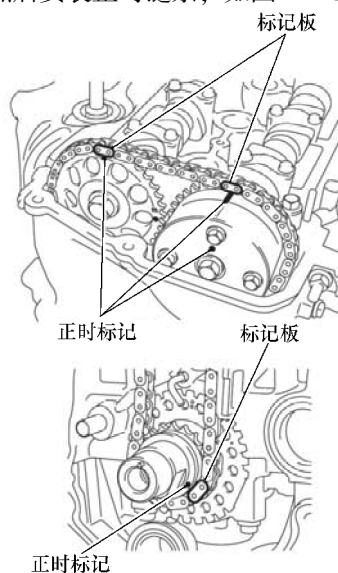

图 11-13 安装正时链条
- ⑥ 对齐凸轮轴的正时标记和正时链条的标记板，然后安装正时链条，如图 11-13 所示。